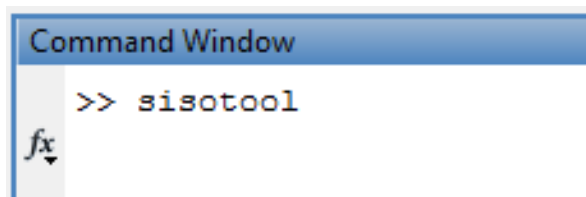

Figura 11. Inicialización Herramienta de Sintonización Sisotool.
- Abra la herramienta Sisotool escribiendo en la pantalla Command Window de Matlab la palabra sisotool y oprima enter tal como se ve en la Figura 11.